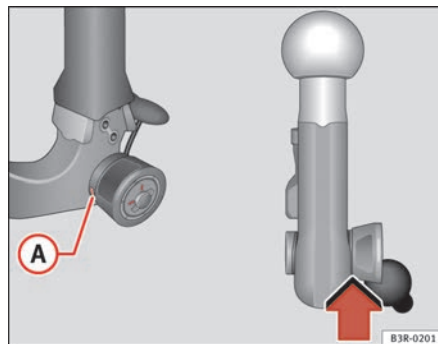

Fig. 154 Dispositivo di traino asportabile
- Controllare che il contrassegno verde (A) ⇒ fig. 154 della rotella si trovi in corrispondenza del contrassegno nero sul gancio.